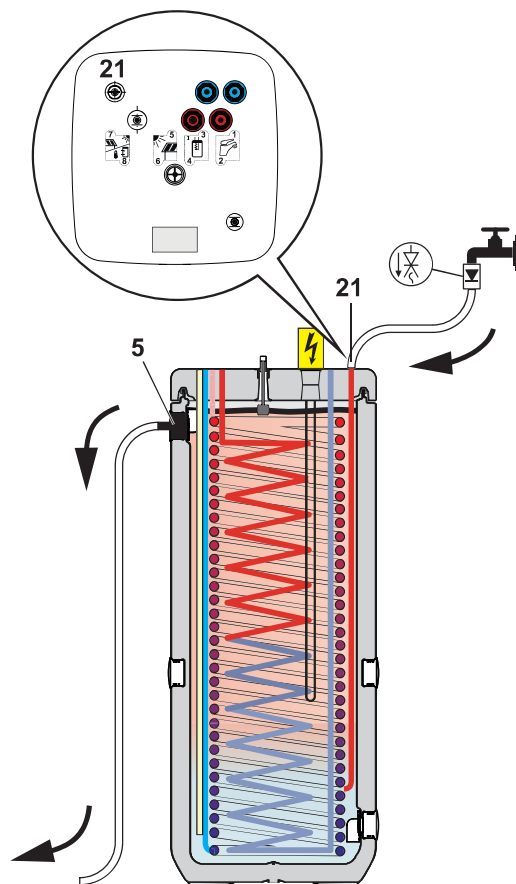

Fig. 3-4 Remplissage du ballon tampon - sans $p=0$ système solaire et sans raccord de remplissage KFE
- Raccorder le tuyau de remplissage avec clapet anti-retour (1/2") sur le raccord « DrainBack solaire – alimentation » (voir fig. 3-4, rep. 21).
- Remplir le réservoir du ballon du Daikin EKHWP avec de l'eau au niveau du trop-plein de sécurité** (fig. 3-4, rep. 5).